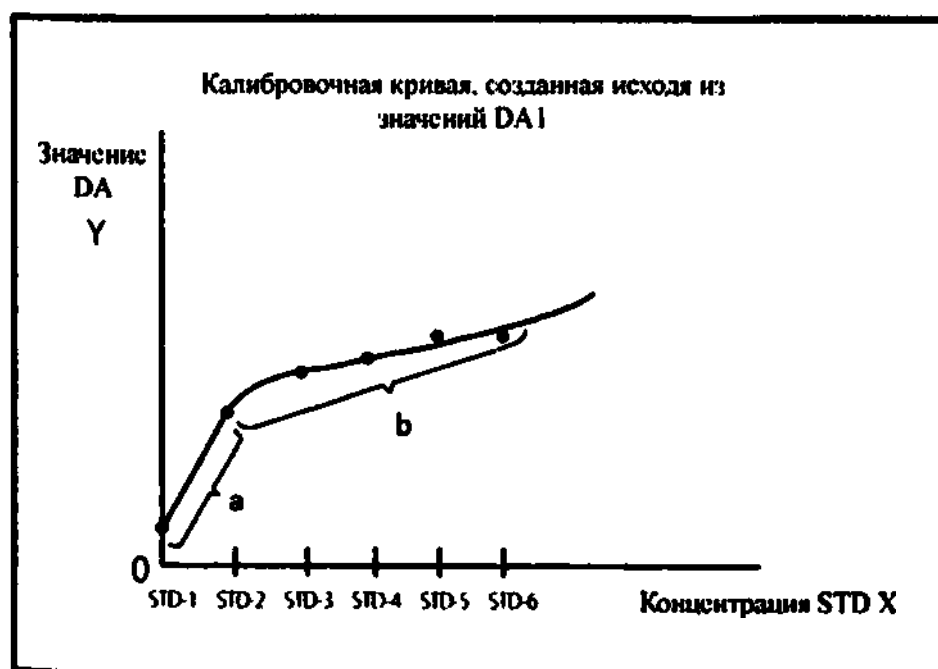

Рисунок 1
- Линейное приближение → между STD-1 и STD-2 (Рис. 1-а)
- Кубическое приближение → между STD-2 и STD-6 (Рис. 1-б)